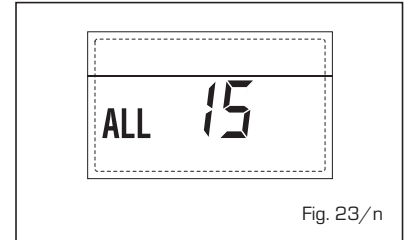

Fig. 23/n
- **ANOMALÍA SONDA EXTERNA "PARRADEANT"** (fig. 23/p)